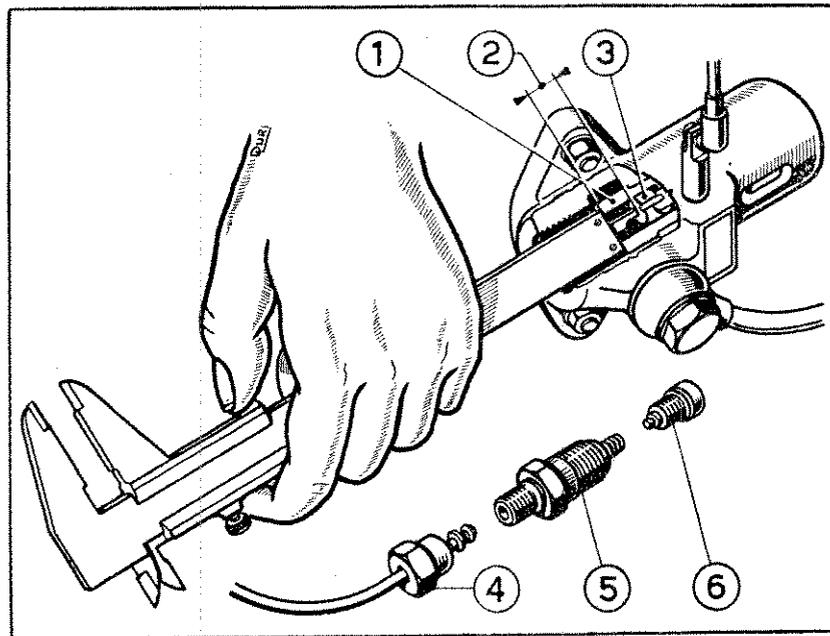

Fig. 11 - CONTROLLO DELLA CORSA MORTA DELLA POMPA INIEZIONE
del piano superiore del cilindretto. A tale scopo si può usare un comune calibro come indicato nella Fig. 11. Togliere il bocchettone del tubo di mandata 4), il raccordo 5) e la valvolina con relativa sede 6). Appoggiare il calibro al piano del cilindretto 1) e spingere a fondo la sonda fino a toccare il pistoncino 3). Se la distanza 2) risulta quella prescritta lo spostamento è esatto, diversamente bisognerà accorciare od allungare la punteria.
b) Registrazione dell'anticipo iniezione - A questo scopo occorre individuare il punto d'inizio della pompata nel seguente modo: Svitare il bocchettone del tubo di mandata 4), Fig. 11) il raccordo 5), estrarre la sola valvolina 6) e riavvitare il raccordo. Aperto il rubinetto del serbatoio il combustibile sgorgnerà dal raccordo; ruotando lentamente il volano si vedrà, durante la fase di compressione, la linea di fede della pompa sollevarsi e, dopo un certo percorso di esso, si vedrà cessare l'erogazione del combustibile. Questo punto corrisponde all'inizio pompata e deve avere luogo in corrispondenza del segno inciso sul volano e contraddistinto con le lettere I. P.